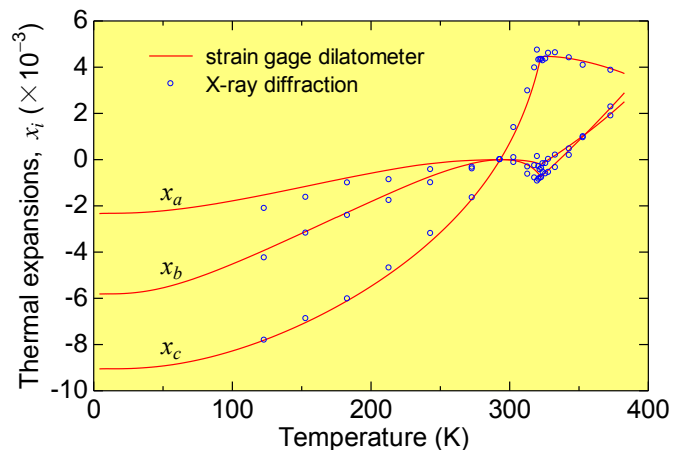

図2 熱膨張 x_a , x_b , x_c の温度依存性
- ▶ 本熱膨張計による結果 (赤い曲線) と X線回折で測定した格子定数から求めた結果 (青い丸) は良く一致していた (図2)。また、相転移点322.6 K付近で明確な変化が認められる。この熱膨張計で測定した単斜角 β の温度依存性も同様にX線解析の結果と良く一致していた。